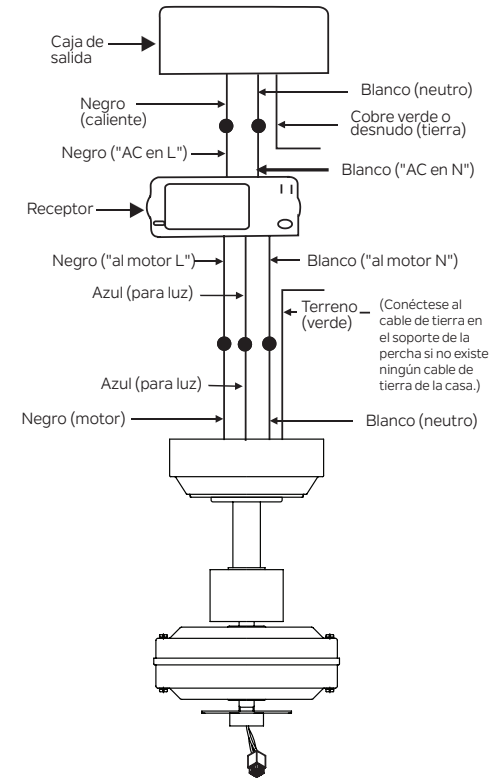

Fig. 14
Paso 2. Conexiones eléctricas del motor al receptor: (Fig. 14)
Paso 3. (Fig. 14) Receptor a la casa Decables de suministro Conexiones eléctricas:
Paso 4. (Fig. 14) Si la caja de salida tiene un cable de tierra (verde o de cobre desnudo) conéctelo a los cables de tierra del ventilador; de lo contrario, conecte el cable de tierra del soporte colgante al soporte de montaje. Asegure la conexión del cable con una tuerca de plástico proporcionada. Después de conectar los cables, sepárelos de modo que los cables verdes y blancos estén en un lado de la caja de salida y los cables negros y azules estén en el otro lado. Coloque cuidadosamente las conexiones de cable en la caja de salida.